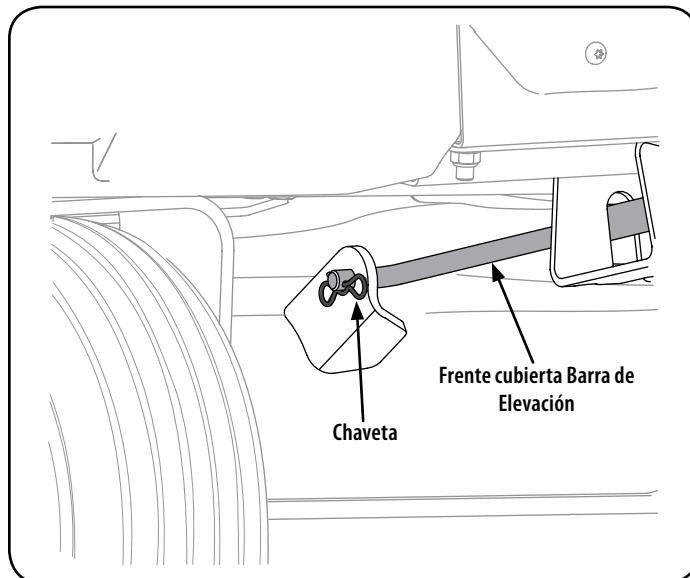

Figura 18
- Tire del pasador de la varilla de elevación de la plataforma frente a la fijación a la cubierta. Ver Figura 18. Deslice la barra de elevación de la plataforma de la ménsula de suspensión frontal.
- Vuelva a instalar la barra de elevación de la plataforma delantera y fíjela con el pasador . Consulte la Figura 18 .